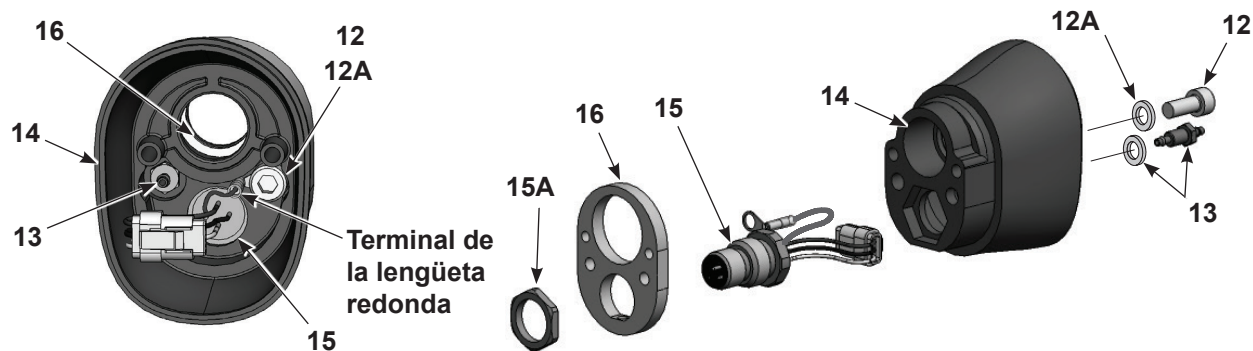

Figura 7-6 Desmontaje de una pistola de aplicación de montaje en tubo 5 de 5
18. Ver la Figura 7-6. Para desmontar el conjunto del cuerpo posterior, extraer el tornillo (12) y el racor dentado (13) de la parte interior del cuerpo de la pistola de aplicación posterior (14). Se requiere una llave hexagonal de 3 mm y una llave de tubo de 1/4 pulgadas.
19. Extraer la tuerca (15A) del receptáculo, extraer la placa de conexión a tierra (16) del cuerpo de la pistola de aplicación posterior, e introducir el cableado del receptáculo a través del cuerpo.